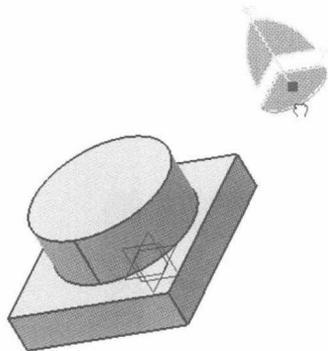

图 2-9 旋转示意图
(3) 旋转：如图 2-9 所示，抓住指南针  $xy$  屏幕上的弧线，则指南针可以围绕  $z$  轴做旋转，使屏幕上的空间及零件也会跟着旋转，同理， $xz$ 、 $yz$  平面也是一样。